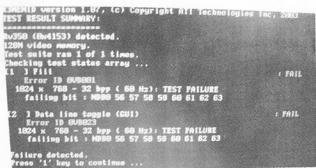

图 5-69 测试报错
- (1) 首先外观检查没有发现掉件烧坏等外观故障。
- (2) 使用 R3MEMID 测试，程序显示 B 通道 56~63 数据位出错，如图 5-69 所示。